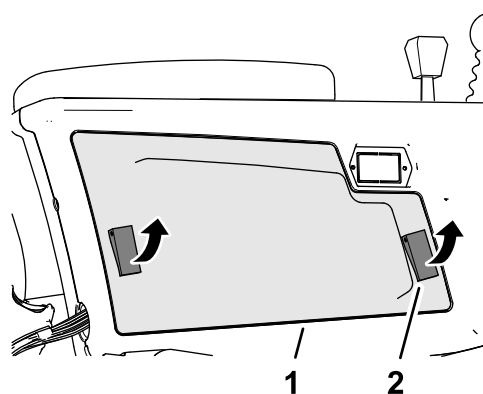

Рисунок 96
- Откройте 2 защелки, которые крепят крышку рычага управления к рычагу управления, и снимите крышку (Рисунок 96).